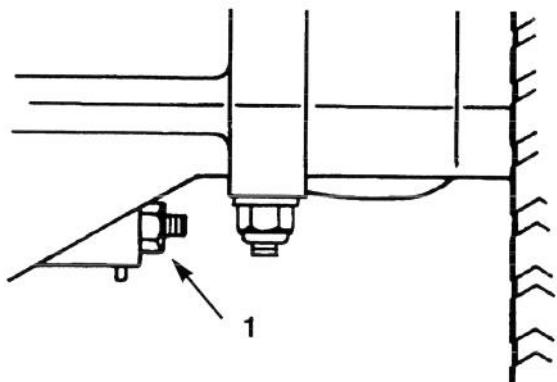

Figure 25
Le frein est situé à droite de l'essieu arrière, à l'intérieur du pneu arrière (Fig. 25). Si le frein ne suffit pas à immobiliser la machine ou si la puissance d'arrêt est insuffisante, un réglage est nécessaire.
2. Pour augmenter la résistance de freinage, visser l'écrou de réglage du frein (Fig. 25) d' $1/8$  de tour dans le sens des aiguilles d'une montre; puis vérifier à nouveau le frein. Poursuivre le processus de réglage et de contrôle jusqu'à ce que le frein soit parfaitement réglé.